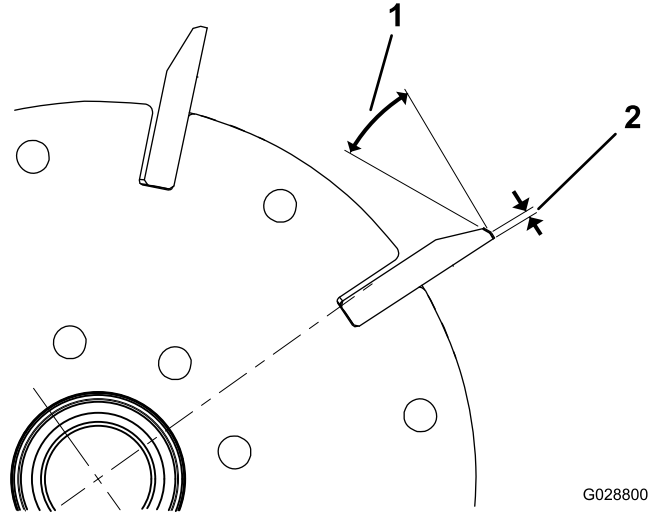

图26
1. 对所有滚刀棱面进行 30° 铲磨直至棱面宽度达到 1.3mm 图26。